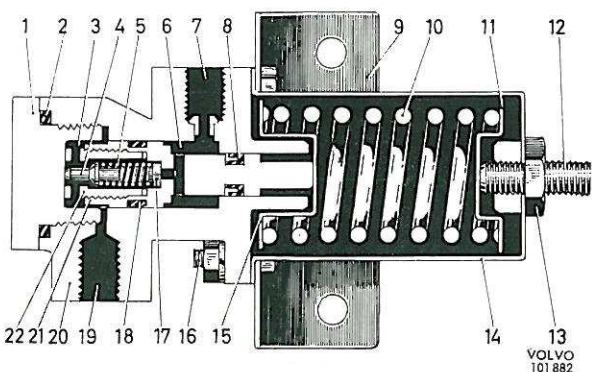
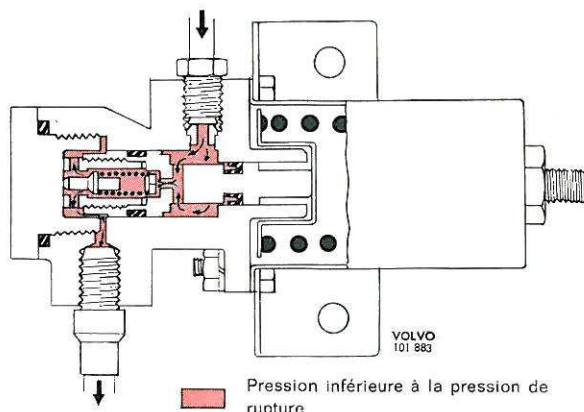

Figure 43. Limiteur-répartiteur de freinage, construction
Figure 44. Freinage
La construction du limiteur-répartiteur de freinage d'ancien modèle ressort de la figure 43 et son fonctionnement est le suivant :
Lorsqu'on appuie sur la pédale de frein, la pression hydraulique développée dans le maître-cylindre est communiquée au répartiteur par le raccord (7, figure 43). L'huile sous pression traverse le cylindre (6) et les soupapes (17 et 4) pour se diriger vers le cylindre (3) avant de passer par le raccord (19) pour se diriger enfin vers les cylindres récepteurs des roues arrière, voir figure 44. La pression hydraulique par unité de surface est la même sur les différentes parties du piston (21) mais, du fait que la surface du piston soumise à la pression est plus grande dans le cylindre (3) que dans le cylindre (6), cette pression a tendance à repousser le piston vers la droite. Ce mouvement est toutefois amorti par le ressort (10).